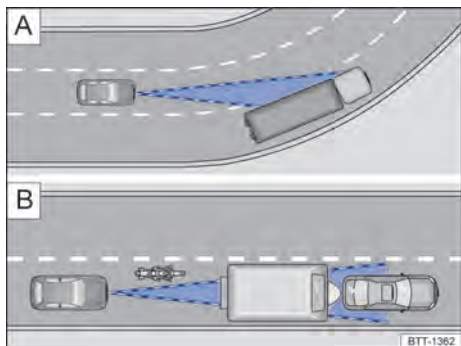

Fig. 140 [A] Condução em curvas. [B] Veículos à frente fora da área de alcance do sensor do radar.
Por isso, veículos em curvas estreitas podem ser detectados por engano ou veículos trafegando à frente podem não ser detectados → Fig. 140 [A]. ▶
- Veículos que trafegam fora da área de alcance do sensor a curta distância do veículo próprio, por exemplo, motocicletas → Fig. 140 [B].